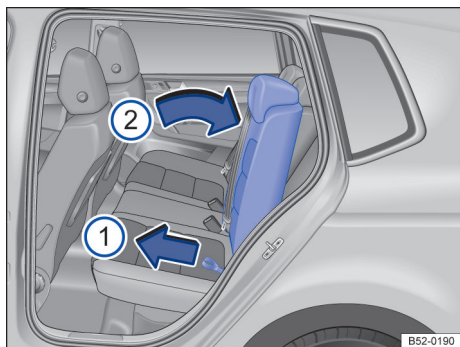

Fig. 85 Ajustar o encosto do banco traseiro.
- Forçar o encosto do banco traseiro direito ou esquerdo com uma mão e, ao mesmo tempo, puxar o laço correspondente com a outra mão → Fig. 85 ①.
- Trazer o encosto do banco traseiro contra a força da mola, com a mão, para a posição desejada ②.